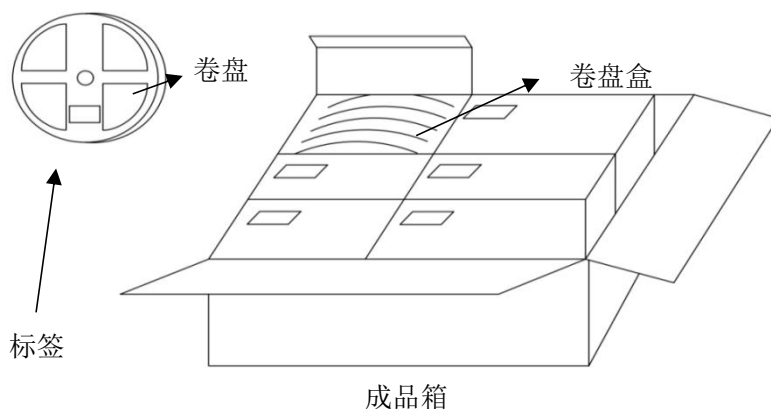

图 6 包装形式示意
4.1.5 最小包装为标准带式圆盘包装。批量包装时一箱为六盒, 每盒为 10 盘, 一箱共计 60 盘, 详见图 6。